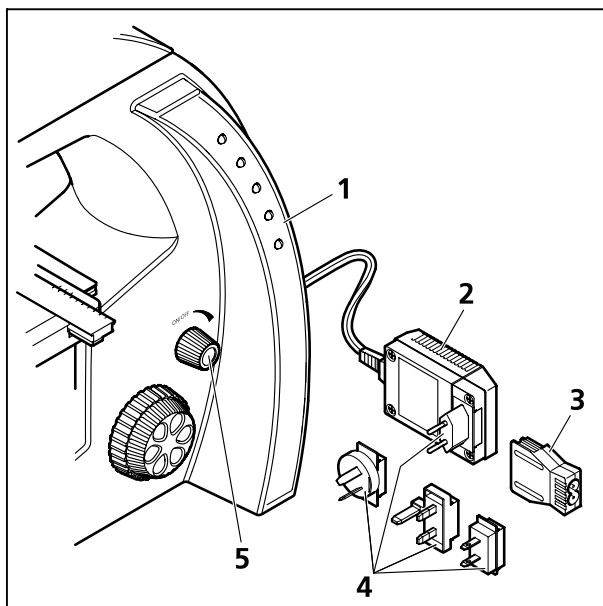

Рисунок 5 Ввод микроскопа в действие
- Штекерный сетевой блок (Рисунок 5/2) вынуть из держателя для хранения, находящего на обратной стороне штатива.
- При необходимости заменить установленный сетевой соединительный адаптер на один из поставляемых адаптеров, специфичных для соответствующей страны (Рисунок 5/4). Для этого вынуть имеющийся адаптер и вставить другой.
- В том случае, если штекерный сетевой блок из-за недостатка свободного места не может вставляться в предусмотренную сетевую штепсельную розетку, заменить сетевой соединительный адаптер на поставляемый IEC-адаптер (Рисунок 5/3). Теперь штекерный сетевой блок может быть расположен плоско и подсоединен к штепсельной розетке с помощью приборного кабеля, принятого в соответствующей стране.
- Включить микроскоп посредством поворотной ручки (Рисунок 5/5) и отрегулировать освещение до желательной интенсивности.